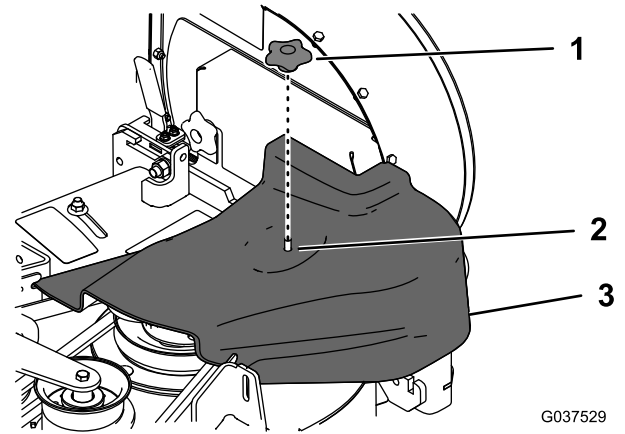

図 7
5. ベルトカバーを取り付け、アイドラのねじにノブを締め付けて固定する 図 7。